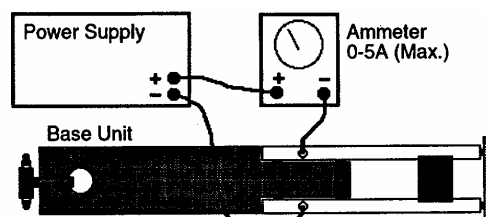

图 5
- (1) 电流平衡附件；
- (2) 磁铁组合件。
6. 实验接线图。（图 5）